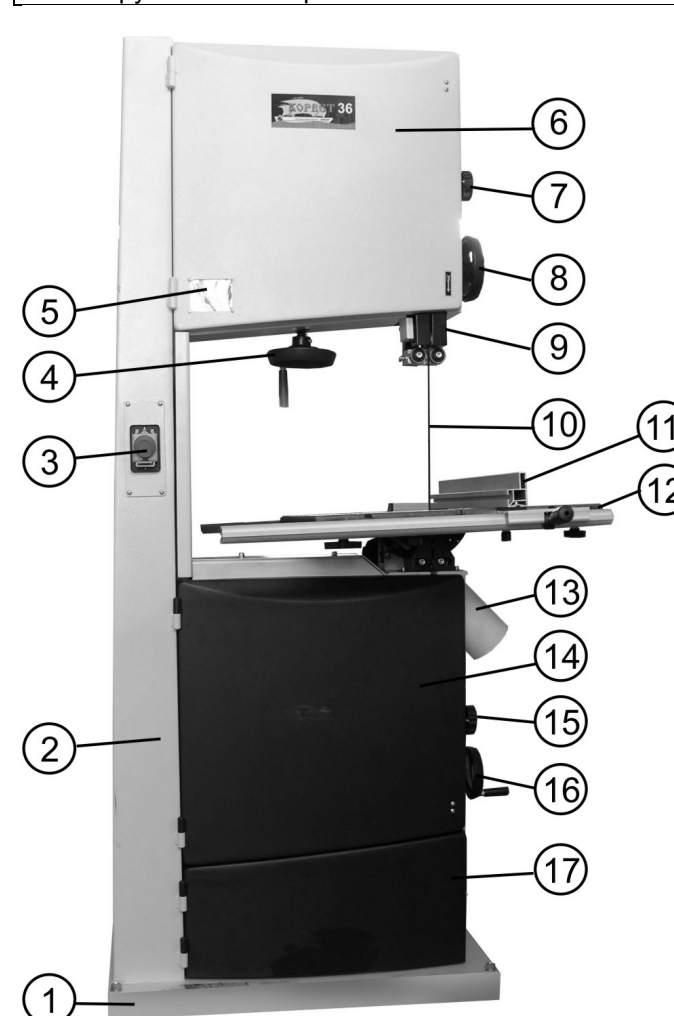

Рис. 2
8.1.2. При установке пилы на верстаке (для обеспечения устойчивости) пила должна быть надежно прикреплена к верстаку через специальные отверстия в нижней части основания (1), Рис. 2. Для этой цели необходимо установить болтовые соединения. Обязательно используйте при креплении плоскую и пружинную шайбы на каждый болт (не комплектуются).
- Перемещайте пилу при помощи подъемных механизмов и приспособлений, учитывая массу пилы (см. Таблицу 1) и только за основание (1), Рис. 2.
11.3.3. Поверните маховики замков (7 и 15) против часовой стрелки, откройте верхний и средний кожухи (6 и 14), Рис. 2.